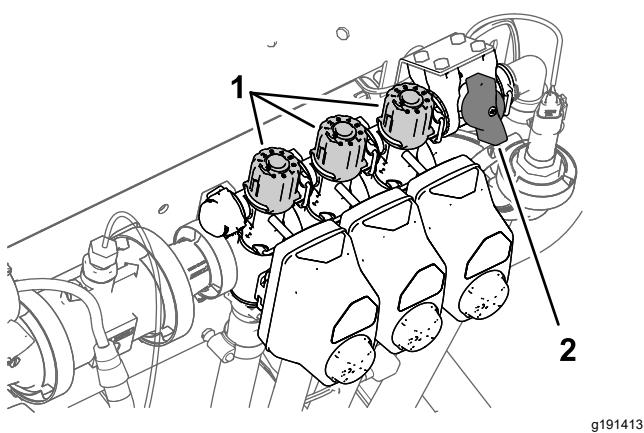

Bild 26
2. Stellen Sie den linken Abschnittsschalter ab und stellen das Handrad für das Abschnittssicherheitsventil (Bild 26) ein, bis die angezeigte Dosierung dem vorherigen Niveau gemäß der Tabelle entspricht.
4. Stellen Sie das Handrad für das rechte Abschnittssicherheitsventil (Bild 26) ein, bis die
6. Stellen Sie das Handrad für das mittlere Abschnittssicherheitsventil (Bild 26) ein, bis die Dosierung gemäß der Tabelle am vorherigen Niveau liegt.